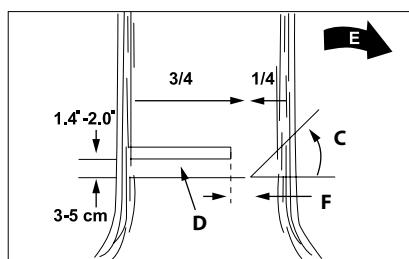

Fig. 15
Attention! Ne marchez jamais devant un arbre dans lequel vous avez fait une entaille de direction. La coupe finale (D) est réalisée à l'arrière de l'arbre à 3-5 cm au-dessus de la base horizontale de l'entaille(C) (fig. 15).